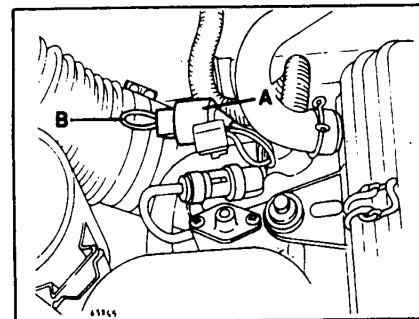

Рис. 12 Мостик на контрольном разъёме
- Установите на его место подходящий шланг и поместите его в мерную емкость. Закоротите контрольный разъем (рис. 12, В).